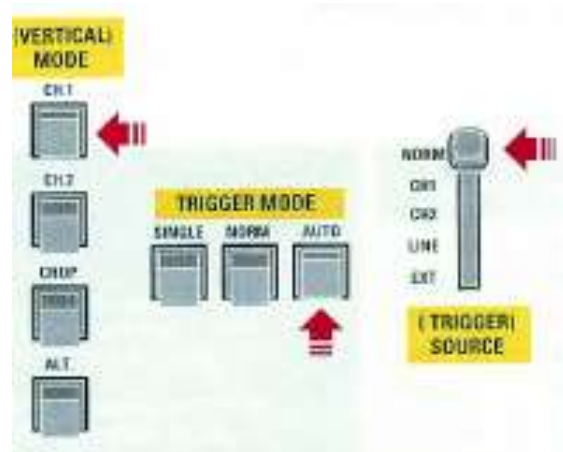

FIGURA 15
- Trigger Mode premere il tasto Auto (figura 15)